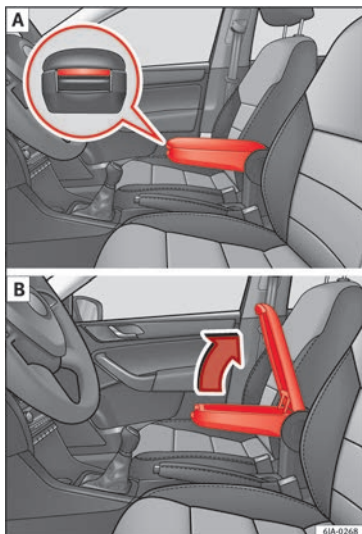

Fig. 144 Apoio de braços/abrir e fechar o porta-objetos.
- Pressione o botão que se encontra na parte dianteira do apoio de braços » **Fig. 144 - A**.
- Levante a tampa do compartimento para objetos » **Fig. 144 - B**.